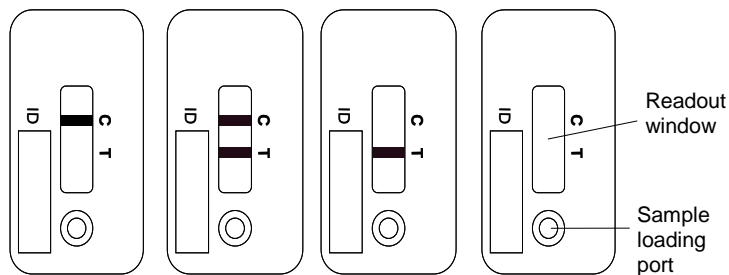

Fig. 1A Fig. 1B Fig. 1C Fig. 1D
- Em um resultado válido, a Linha de Controle (C) tem que ser sempre visível (ver Fig. 1A e Fig. 1B). É um teste de controle/validação que não pode ser usado para interpretar a linha de teste (T). Se a linha de teste (T) não for detectável após os 15 min de incubação (Fig. 1A), a concentração de infliximabe presente na amostra é inferior ao limite de detecção. Se a linha de teste (T) for detectável após os 15 min de incubação (Fig. 1B), a concentração da infliximabe presente é calculada pelo Quantum Blue® Reader.